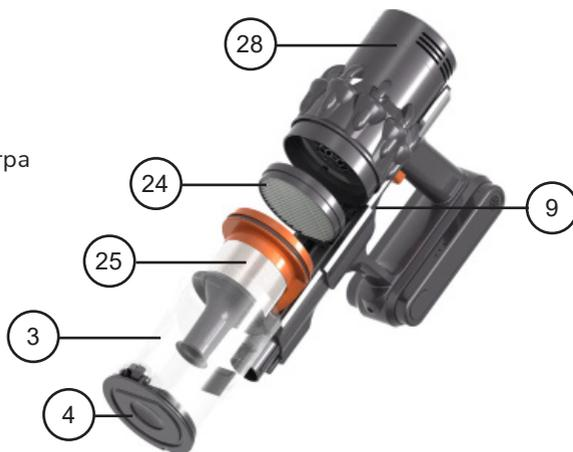

Рисунок 6
– Для удаления пыли и мусора (**рис.6**):